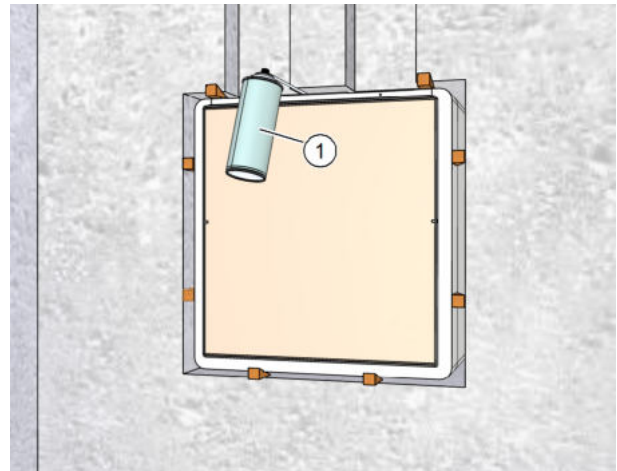

Abb. 22: Hohlräume um den Mauerkasten einschäumen
- ▶ Füllen Sie die Hohlräume zwischen Mauerkasten und Mauerdurchbruch umlaufend und durchgängig mit Montageschaum (Pos. 1 in Abb. 22) oder mit anderen geeigneten Verfüllmaterialien.